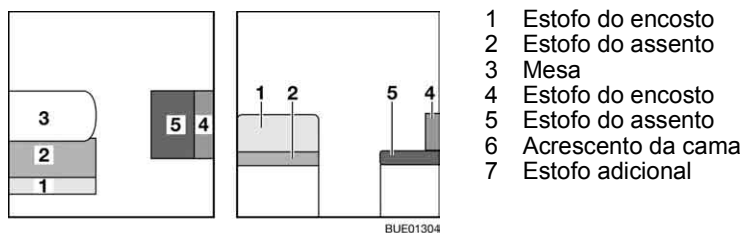

Fig. 125 Antes da transformação
- Transforme a mesa (Fig. 125,3) em base para cama (ver ponto 6.11).
- Retire o estofa do encosto (Fig. 125,1) e coloque-o sobre a mesa.